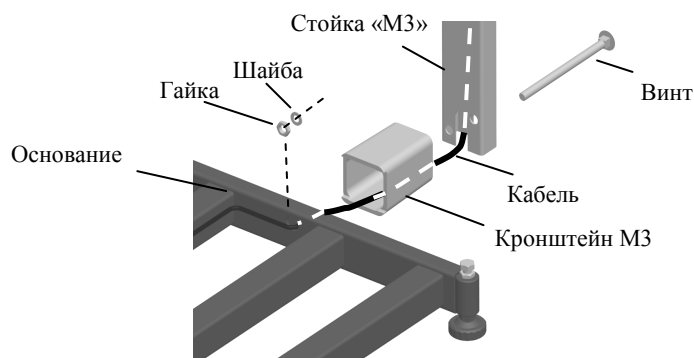

Рис. 5.3 - Крепление прямоугольной стойки к модулю ТВ-М\_
- Протянуть кабель через кронштейн и стойку, Рис. 5.3.